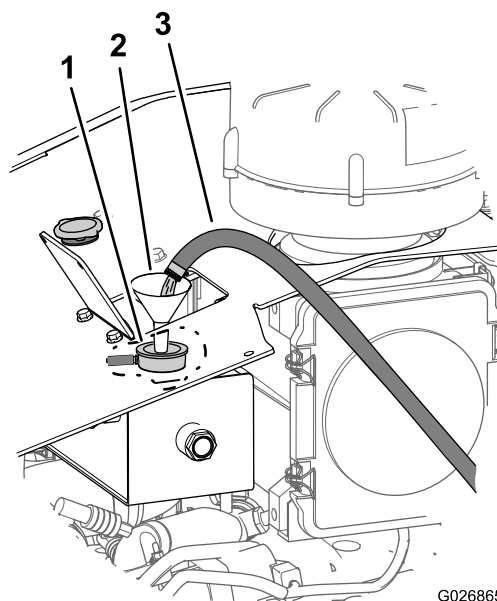

Figura 109
- A. Encha o sistema de arrefecimento com água limpa (Figura 109).